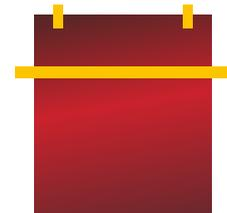

Abbildung 02
- › Mit einem Abdeckband oder Magneten ist im oberen Bereich ein „Scharnier“ horizontal anzubringen, und zwar bevorzugt auf einer ebenen Fläche. (Abb. 02)